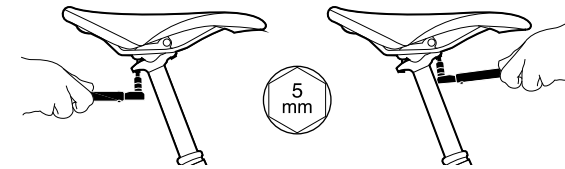

Figura 9. Fase di avvitamento/svitamento della vite di serraggio
1. Allentare le due viti che trattengono la sella e il reggisella con una chiave a brugola da 5 mm (vedere la *Figura 9*) finché non è possibile muovere facilmente la sella.